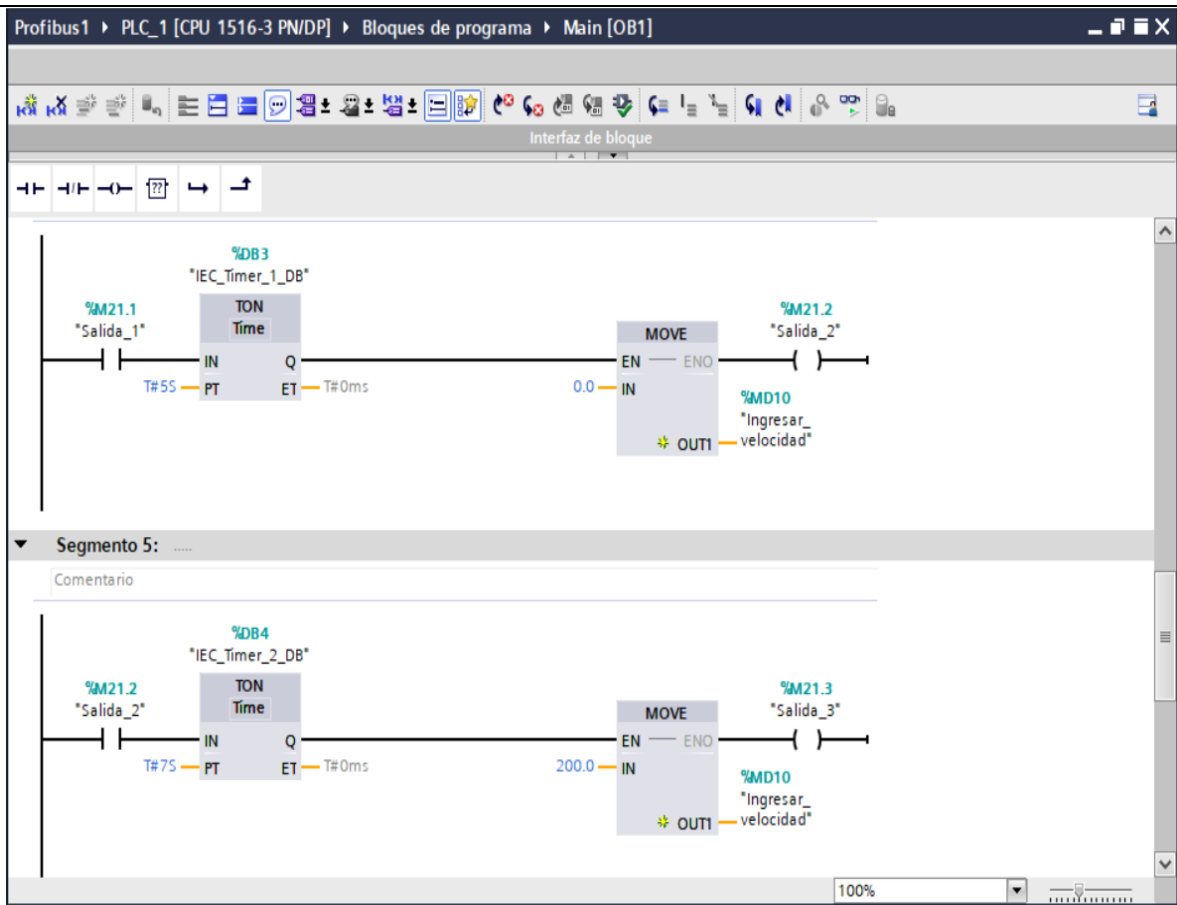

Figura 26. Segmento 4 y Segmento 5.
- En el segmento 5 se agrega un temporizador “TON” y un bloque “MOVE” para que la cinta transportadora vuelva a correr y se dirija hacia la etapa de mecanizado 2, ya transcurrido el tiempo en la etapa de mecanizado 1 (ver Figura 26).